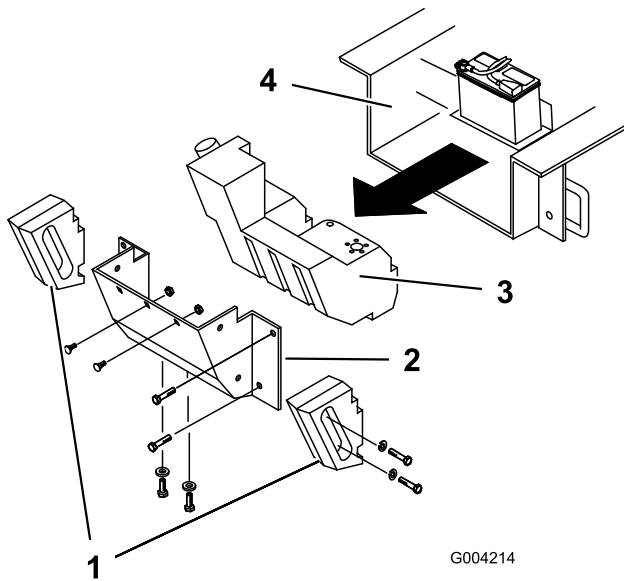

Figura 57
Con el tiempo, el chasis debajo del motor acumula suciedad y residuos que deben ser eliminados. Abra el capó e inspeccione frecuentemente la zona debajo del motor con una linterna. Cuando la acumulación de residuos llegue a 2,5–5 cm de grosor, complete el procedimiento siguiente (consulte Figura 57 para todo este procedimiento):
4. Retire los pernos, las arandelas y las arandelas de freno que fijan los dos contrapesos laterales, y retire los contrapesos (Figura 57).
7. Retire las seis tuercas y los pernos que fijan el panel trasero, y retire el panel (Figura 57).
10. Deslice el depósito de combustible hacia atrás (Figura 57).
16. Introduzca el depósito de combustible parcialmente en el chasis (Figura 57).
21. Vuelva a colocar el panel trasero y fíjelo con los seis pernos y las tuercas que retiró anteriormente (Figura 57).
23. Instale los contrapesos laterales con los pernos, las arandelas y las arandelas de freno que retiró anteriormente (Figura 57).